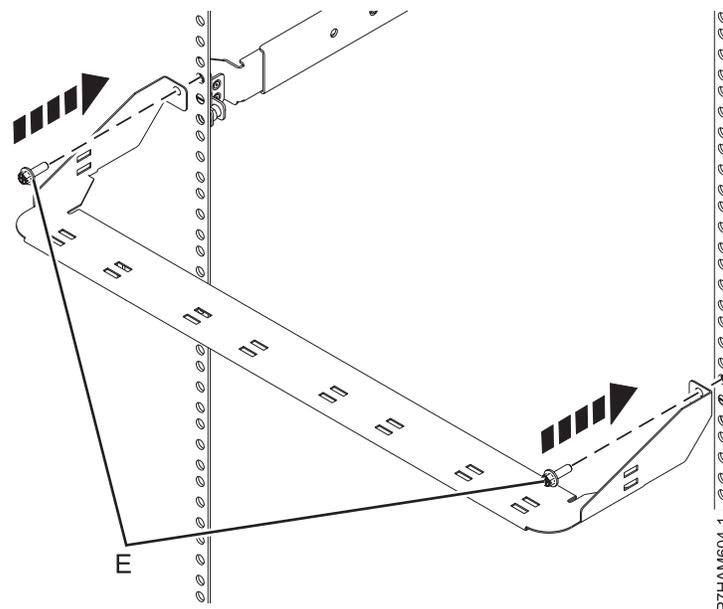

Figura 11. Montaje de la abrazadera portacables
- h. En la parte posterior del bastidor, suba la abrazadera portacables hasta los rebordes posteriores del bastidor, alineando los orificios de montaje de la abrazadera con los orificios superiores de la EIA que contiene el alojamiento, como se muestra en la Figura 11. Coloque los tornillos M5 (E) a través de los orificios de montaje de la abrazadera en los orificios EIA superiores de los rebordes de bastidor.
**PRECAUCIÓN:** Para conseguir una sujeción segura de los rieles, los tornillos M5 (E) deben colocarse en las ubicaciones EIA especificadas aunque no monte la abrazadera portacables.